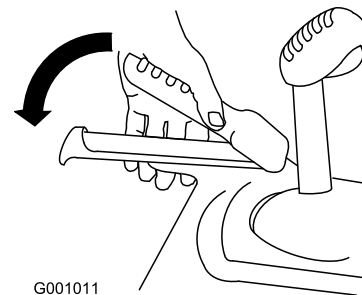

Bild 26
1. Drücken Sie zum Einkuppeln des Fahrantriebs den linken Hebel (Fahrtrieb) zum Handgriff (Bild 26).